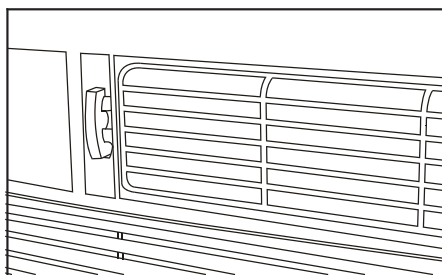

Fig. 2 (AIR FRAIS)
- Faire entrer de l'air à l'intérieur de la pièce – air frais (voir Fig. 2)